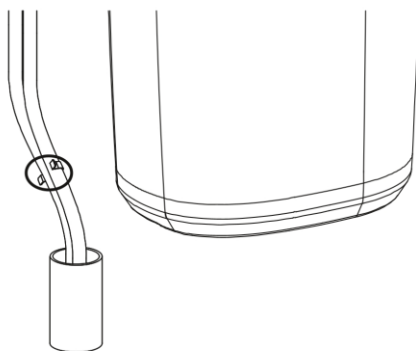
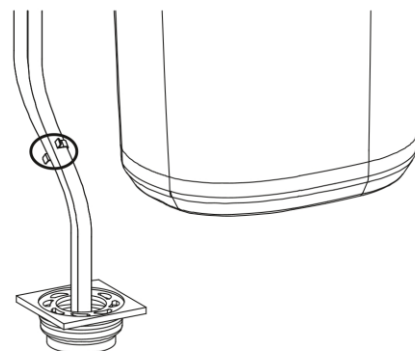

Fig. 1
Fig. 2
5. Dopo aver completato le operazioni di installazione al punto 4, verificare se il bypass è in modalità “erogazione acqua” (Service) (fig. 1). Se il bypass è in modalità di funzionamento “Bypass” (fig. 2), tirare l’asta di spinta in modalità di funzionamento “Erogazione acqua” (fig. 1).
problema, impostare la valvola di bypass in posizione di funzionamento (spingere il tirante nella posizione indicata nella fig. 2) per ripristinare l'alimentazione di acqua dolce.